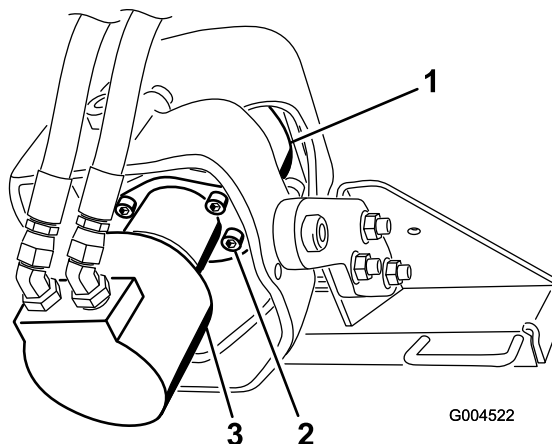

Figure 13
1. Soutenez la tête d'entraînement au-dessus d'un bac de vidange (Figure 13).